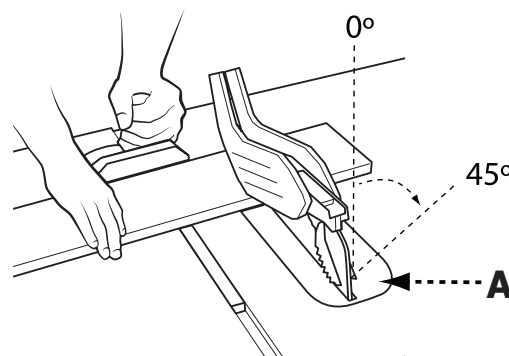

FIGURA 26
El corte transversal biselado es igual al corte transversal excepto que el ángulo de biselado (A) se ajusta a un ángulo distinto a 0° . Cuando realice un corte transversal biselado, coloque la galga de inglete en la ranura de inglete derecha de modo que la hoja se incline lejos de la galga y las manos (FIGURA 26).
El corte transversal en inglete es igual al corte transversal excepto que el ángulo de inglete (B) se ajusta a un ángulo distinto a 90° (FIGURA 26).